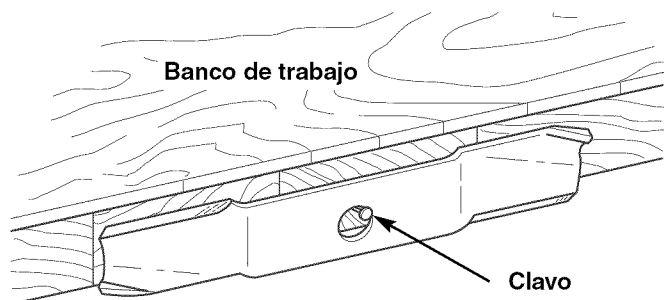

Figura 24. Equilibrar el Aspa
6. Equilibre el aspa como se muestra en la Figura 24. Centre el orificio del aspa con un clavo lubricado con una gota de aceite. Un aspa equilibrada permanecerá nivelada. Si el aspa no está equilibrada, siga afilando el lado pesado hasta que esté equilibrada.